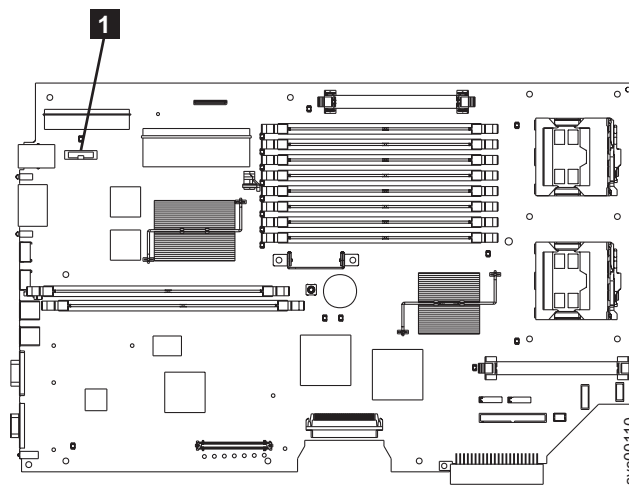

図 124. SAN ボリューム・コントローラー 2145-8F2 上の CMOS バッテリーの位置
1. 新しいバッテリーをバッテリー・ソケット **1** に挿入します。図 124 を参照してください。